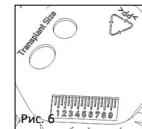

Рис. 6
■ Рис.6 Миллиметровая шкала используется для общих сравнительных измерений, которые могут понадобиться во время операции на среднем ухе. В сущности, задняя часть может также использоваться в качестве места для хранения или подготовительной площадки для различных процессов, например, для работы с трансплантатом или для временного хранения.